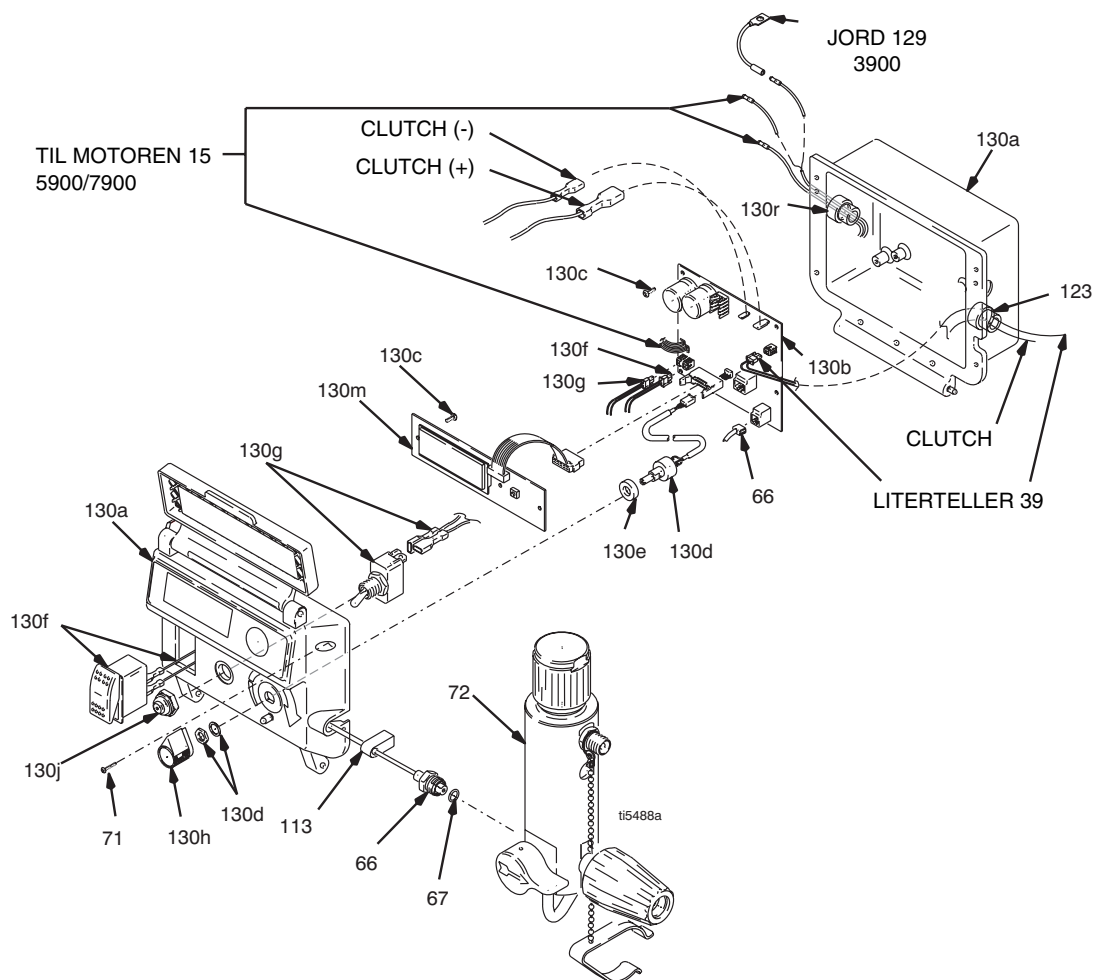

FIG. 14
12. FIG. 14. Monter clutchkabelkoplingene på innersiden av trykkreguleringen.
1. FIG. 14. Fjern to skruer (71) og sving dekslet (130a). ned.
1. FIG. 14. Ta ut to skruer (71) og sving dekslet (130a) ned.
- Ledningen fra transduseren (66)
- Ledningen fra litertellersensoren (39)
1. FIG. 14. Monter styrekortet (130b) med fire skruer (130c).
1. FIG. 14. Fjern to skruer (71) og sving dekslet (130a) ned.
2. Kople transduserledningen (66) fra styrekortet (130b).
3. Trekk transduserkoplingen gjennom gummimaljen (113).
4. Fjern trykkreguleringstransduseren (66) og o-ringen (67) fra filterhuset (72)
1. FIG. 14. Sett o-pakkringen (67) og trykkregulerings-transduseren (66) i filterhuset (72). Trekk til med et moment på 35–45 ft-lb.
3. Kople transduserledningen (66) på styrekortet (130b).
4. Sving dekslet opp (130a) og fest det med to skruer (71).
2. FIG. 14. Monter potensiometeret, akselmutteren, låseskiven og potensiometerknotten (130h).